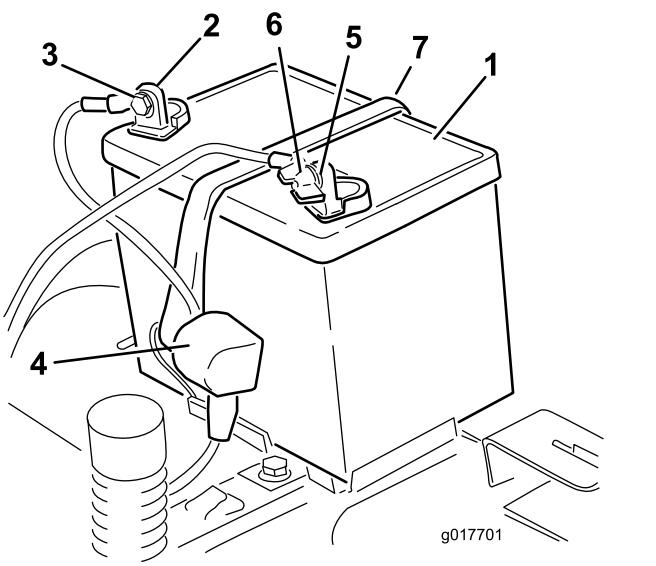

Figura 44
- Desconecte el cable negativo de tierra (negro) del borne de la batería (Figura 44).
- Desconecte el cable positivo (rojo) del borne de la batería (Figura 44).
- Retire la correa de sujeción de la batería (Figura 44) y levante la batería para retirarla de su bandeja.
1. Coloque la batería en la bandeja (Figura 44).
5. Fije la batería con la correa de sujeción (Figura 44).